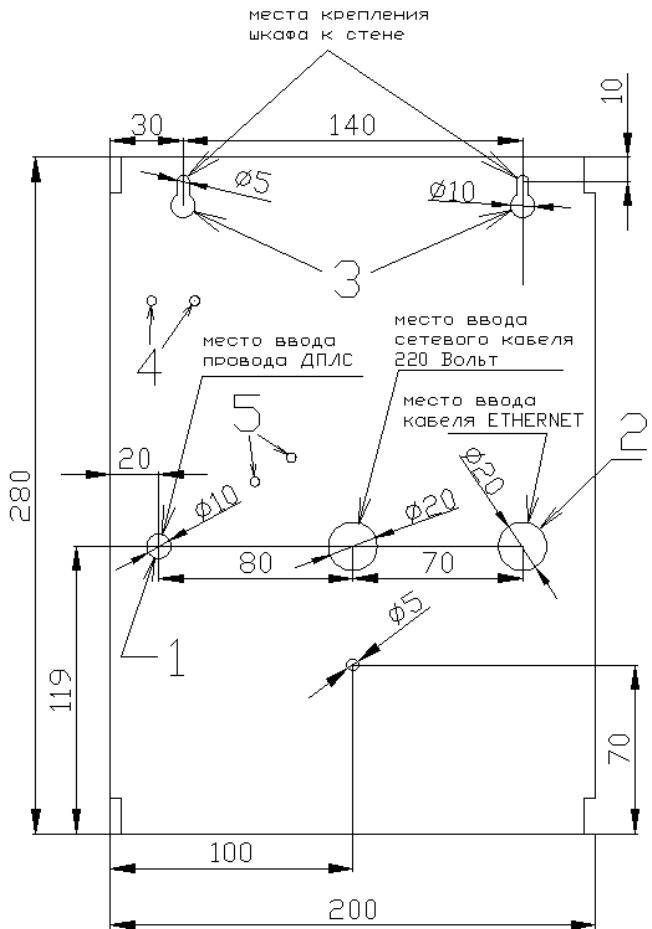
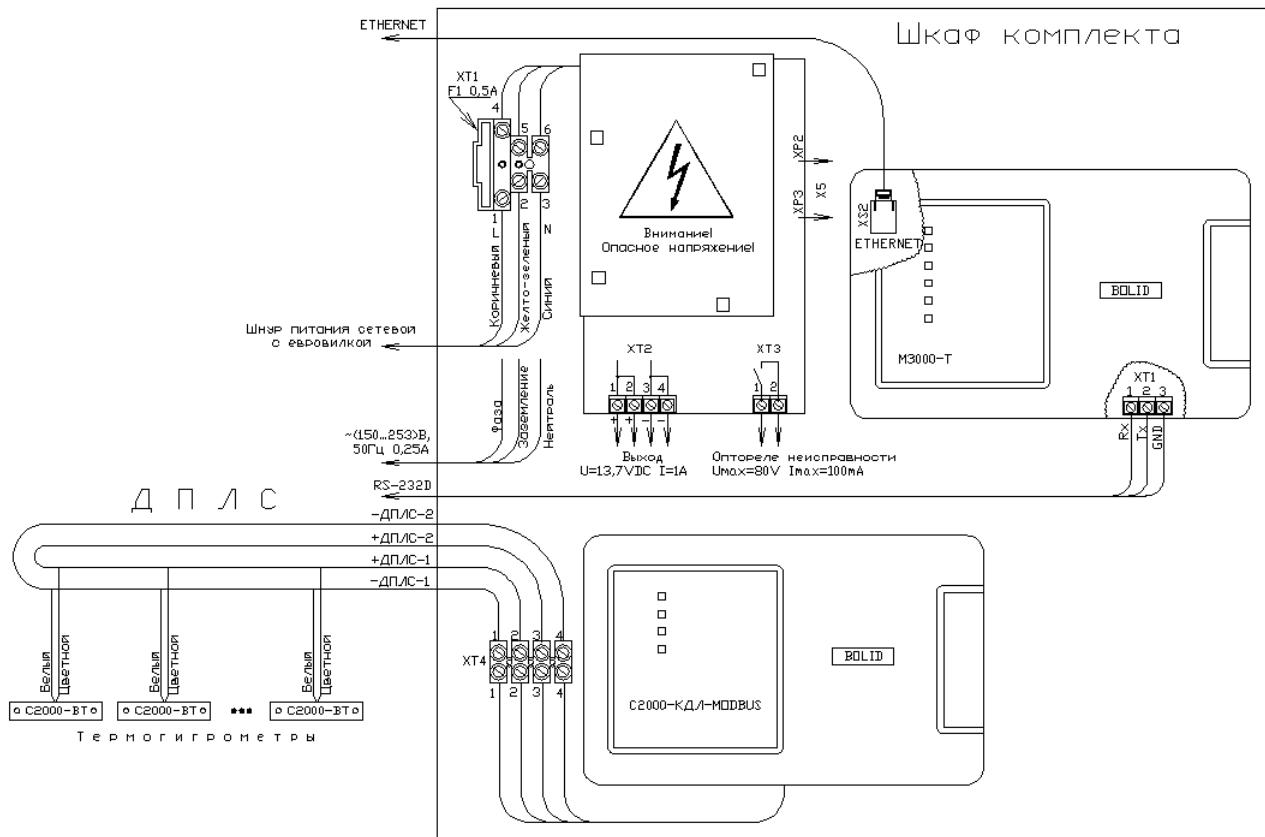

Рис.1. Габаритно-установочные размеры комплекта
Рис.2. Схема подключения комплекта КВТ
- установить втулки из ЗИП в отверстия для подвода проводов ETHERNET (Рис.2: поз.2) и ДПЛС (Рис.1: поз. 1); (втулка для ввода сетевого кабеля 220 Вольт установлена на заводе-изготовителе);
- завести в отверстия для провода проводов с установленными в них втулками и зафиксировать подручными средствами провода ДПЛС (Рис.2: поз.1); кабель ETHERNET (Рис.2: поз.2) и сетевой кабель (если это необходимо См. п. 4.3 настоящего Руководства).
- в заранее просверленные в стене два горизонтальных отверстия, отстоящих друг от друга на расстоянии 140 мм (См. Рис. 1) установить дюбели 8Х40 S 80 (входят в комплект поставки);
- вставить основание шкафа местами крепления (См. Рис. 1 поз.3) в шурупы и опустить вниз до упора.
4.3.1 Коричневый, жёлто-зелёный и синий провода шнура питания с евророзеткой отключаются от разъёма XT1. Фиксирующая нейлоновая стяжка, заведённая через монтажные отверстия в плате (Рис. 1, поз. 4), перекусывается и шнур демонтируется. Монтаж силового кабеля производится через то же отверстие в основание шкафа, через которое был заведён ранее демонтированный шнур и фиксируется, если в этом есть необходимость, нейлоновой стяжкой (в комплект поставки не входит).
4.3.6 Зафиксировать кабель через монтажные отверстия (Рис. 1, поз. 5) нейлоновой стяжкой, входящей в комплект поставки;
4.3.7 Подключение датчиков температуры и влажности производится на объекте с учётом полярности, толщины и типа провода и уровнем электромагнитных помех. Для повышения живучести ДПЛС можно применить блоки разветвительно-изолирующие (БРИЗ), которые позволяют отключать короткозамкнутые участки цепи (на схеме не показаны, в комплект поставки не входят, приобретаются отдельно). На Рис.2 показано кольцевое подключение ДПЛС с одновременным использованием ДПЛС1 и ДПЛС2. Допускается и раздельное использование ДПЛС1 или ДПЛС2 также как и различные другие варианты топологии сети. Более подробно особенности подключения ДПЛС к контроллеру изложены в Руководстве